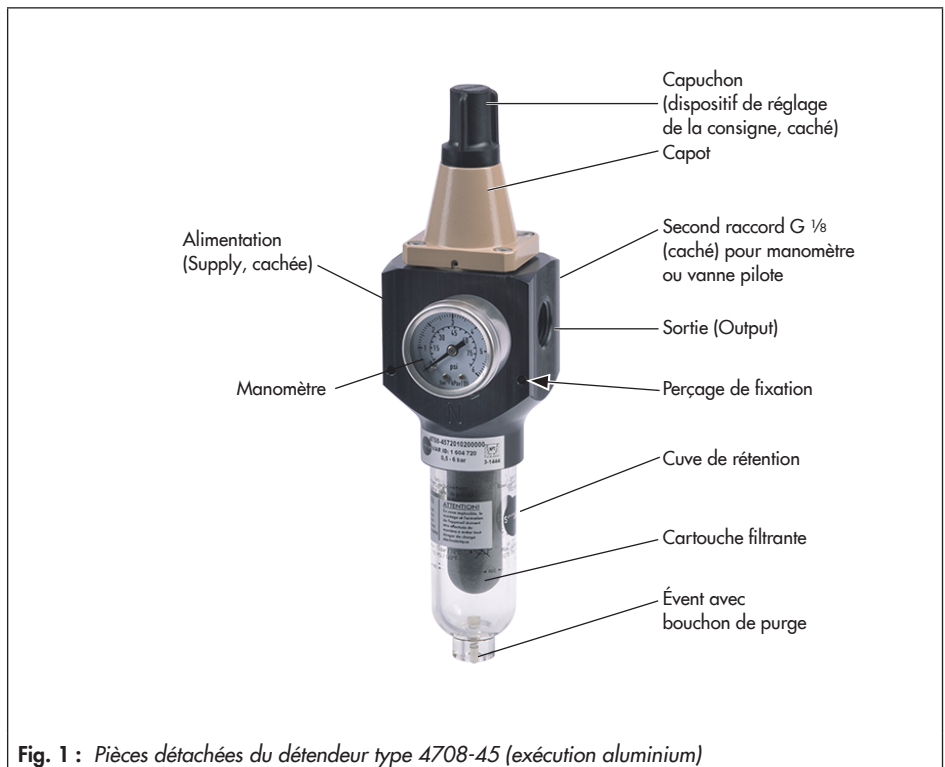

Fig. 1 : Pièces détachées du détendeur type 4708-45 (exécution aluminium)
Les raccords pneumatiques (Supply et Output, cf. Fig. 1, page 9) sont, au choix, des taraudages ISO-228/1 – G ½ ou ½-14 NPT.
- Voir Fig. 1 en page 9